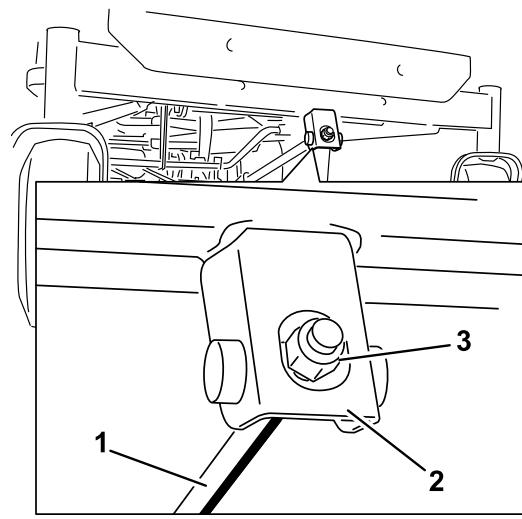

Figura 67
6. Para ajustar a inclinação da lâmina da frente para trás, rode a porca de ajuste na parte da frente do cortador (Figura 67).